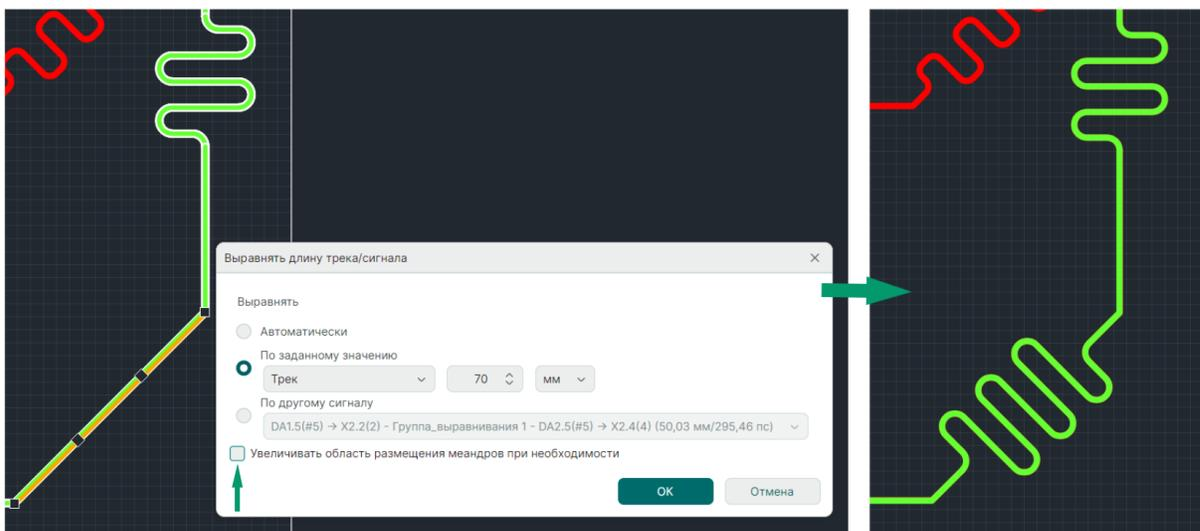

Рис. 394 Размещение дополнительного меандра
- Для выравнивания длины трека/сигнала с размещением дополнительного меандра может быть выделен трек целиком или сегмент, предпочтительный для расположения меандра. В этом случае флаг в чек-боксе «Увеличивать область размещения меандра при необходимости» не имеет значения, см. Рис. 394.